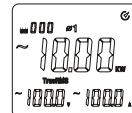

图8-1
- 4) 负载为三相四线制时，先按SELECT键选择第一相位 ϕ_1 ，如图8-1，显示相位 ϕ_1 的视在功率kVA值，电压V值，电流A值。